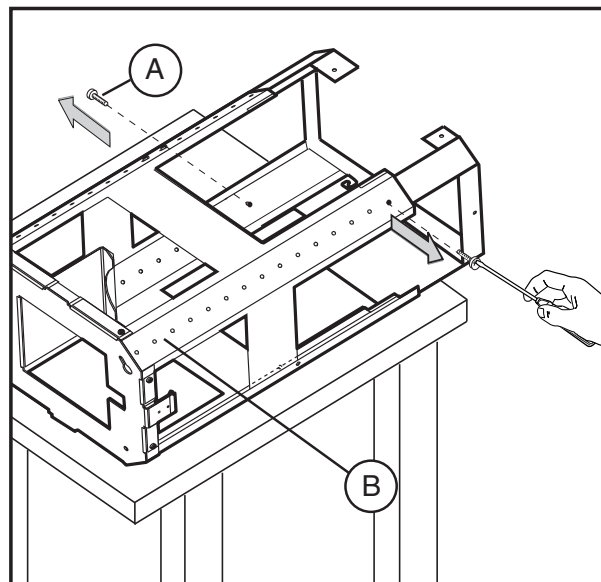

Fig.1
- Déballez la structure et enlevez les 2 vis **A** pour séparer la partie supérieure de la partie inférieure (**Fig.1**).
Fig.1: Unir les deux parties du déviateur d'air comme illustré à la figure **3.1**. Il pourrait être nécessaire de couper le déviateur pour l'adapter à la largeur de la cheminée comme illustré à la figure **3.2**. Pour couper le plastique, utiliser une lame effilée ou une scie.